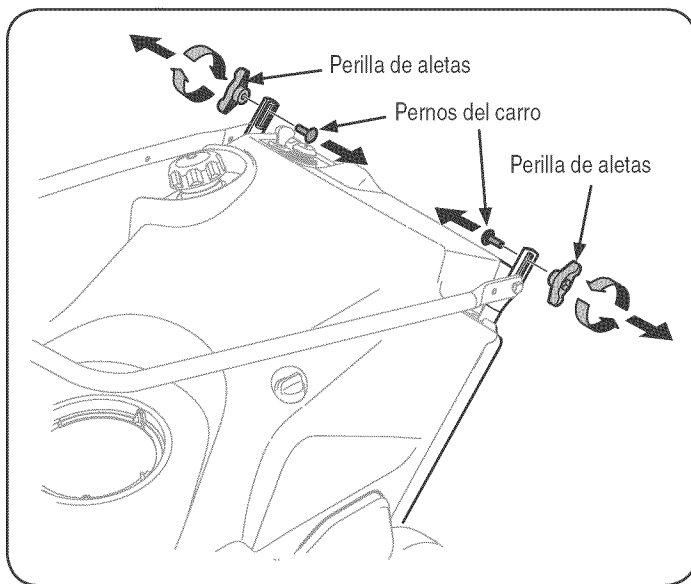

Figura 1
1. Extraiga las perillas de aletas y los pernos del carro de la parte de arriba de la manija inferior. Vea la Figura 1. No es necesario extraer el tornillo con borde y la tuerca de seguridad con brida que están debajo de la perilla de aletas y el perno de carro.